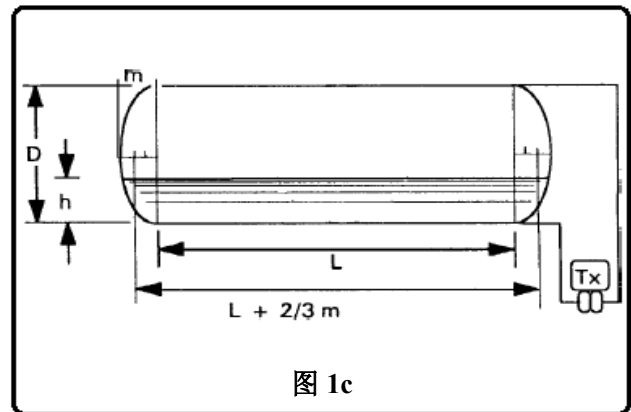

图 1c
c) 具有椭圆形或半椭圆形末端的柱状容器（见图 1c）。变送器测量整个容器高度。
其中 m 是椭圆短轴的长度（见图 1c）。